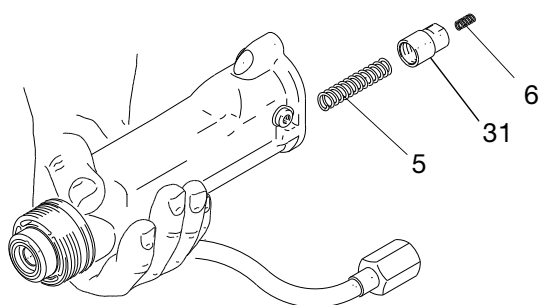
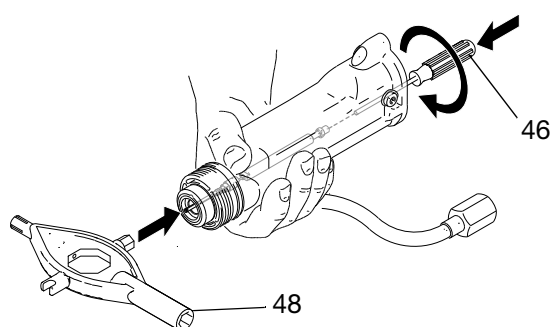

ABB. 26. Federkappe und Federn
ABB. 27. Ausbau der Materialnadel
3. Den Pistolenlauf (1) ausbauen, Seite 37.
4. Die Federkappe (31) und die Feder (5) vom Pistolenlauf abnehmen. Siehe ABB. 26.
5. Sicherstellen, dass das Sitzgehäuse (4) entfernt wurde. Den 2-mm-Schraubenschlüssel (46) von hinten in den Materialnadelsatz einführen. Das Werkzeug hineindrücken, sodass die beiden Segmente der Nadel einrasten, und gegen den Uhrzeigersinn ungefähr 12 volle Umdrehungen drehen, um die Nadel herauszuschrauben.
6. Drücken Sie mit dem Außensechskantende des Kunststoff-Multifunktionswerkzeugs (48) vorsichtig vorne am Pistolenzylinder gegen die Materialnadelkugel, bis die Materialdichtungen aus der Bohrung austreten. Siehe ABB. 27.